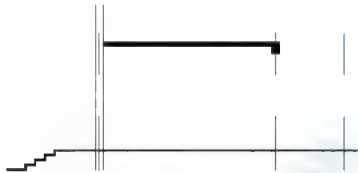

图 4.95 绘制室外台阶
(7) 在指定下一个点或 [圆弧 (A)/ 半宽 (H)/ 长度 (L)/ 放弃 (U)/ 宽度 (W)]: 提示下, 将光标垂直向下拖动, 输入 “150” 后按 Enter 键。
(8) 在指定下一个点或 [圆弧 (A)/ 半宽 (H)/ 长度 (L)/ 放弃 (U)/ 宽度 (W)]: 提示下, 将光标水平向左拖动, 输入 “300” 后按 Enter 键。
(9) 重复 (7) ~ (8) 步直至如图 4.95 所示的状态。